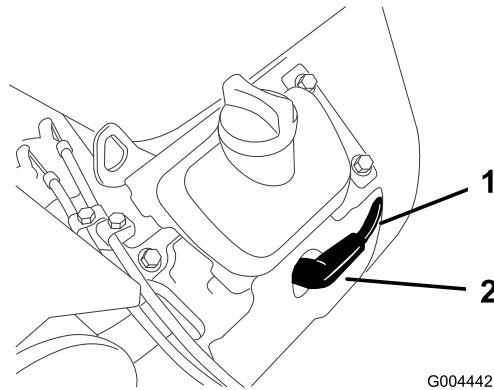

Figure 37
- Débranchez les bougies (Figure 37). Nettoyez la surface autour des bougies pour éviter que des impuretés n'endommagent le moteur en tombant à l'intérieur.
3. Connectez les bougies (Figure 37).